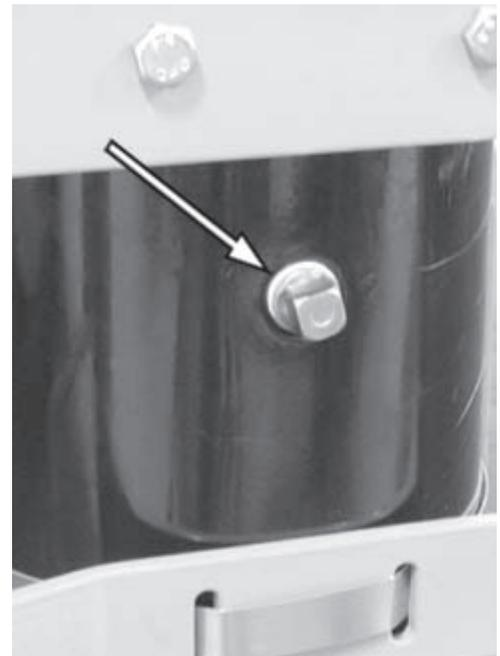

Abbildung 12.
3. Siehe Abbildung 12. Entfernen Sie den Einfüllstopfen und befestigen Sie einen sauberen Trichter mit einem Filter.